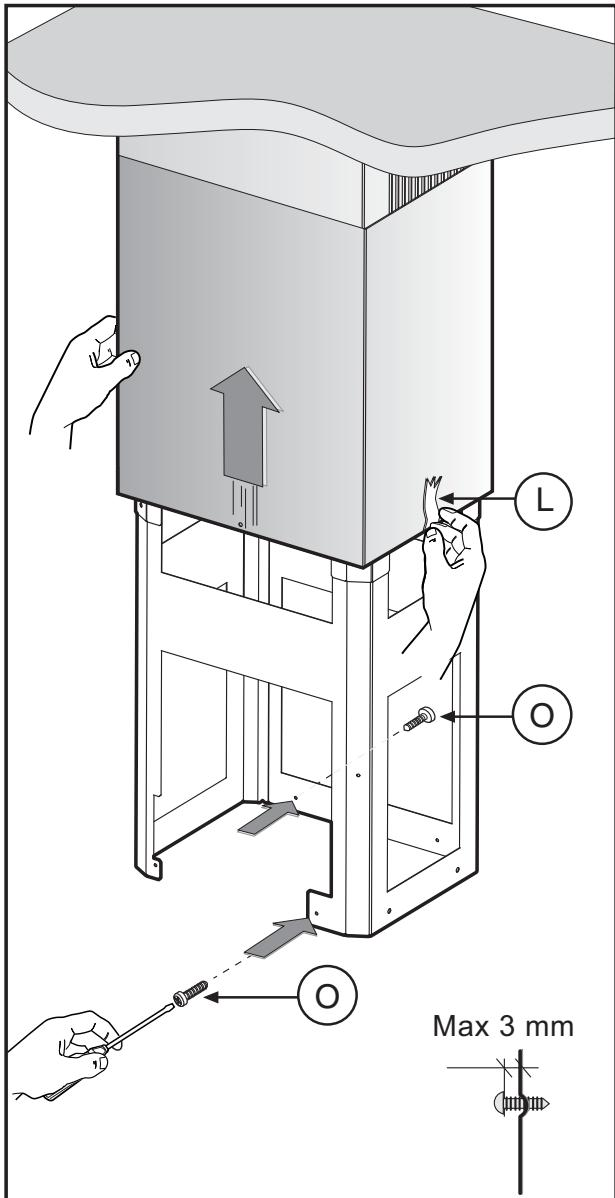

Fig.8
Acople el conducto de evacuación de humo inferior y fíjelo atentamente con la cinta adhesiva **L** (**Fig.8**).
- Ajustar los 2 tornillos **O** max 3 mm (**Fig.8**).